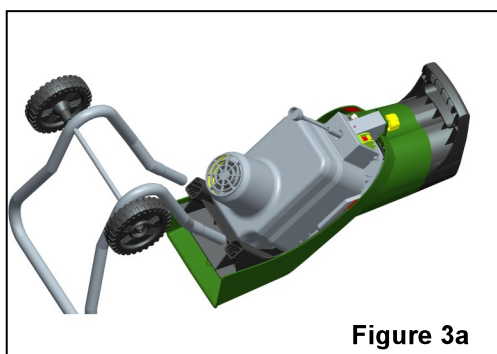

Figure 3a
4. Retournez le corps principal, insérez les deux extrémités de l'ensemble de support dans le carter, alignez les trous du carter et l'ensemble de support, insérez les quatre rondelles ($\varnothing 5$) sur les vis ST5 X 20 (A) et installezle tout dans l'ensemble de support. (Figures 3a et 3b).